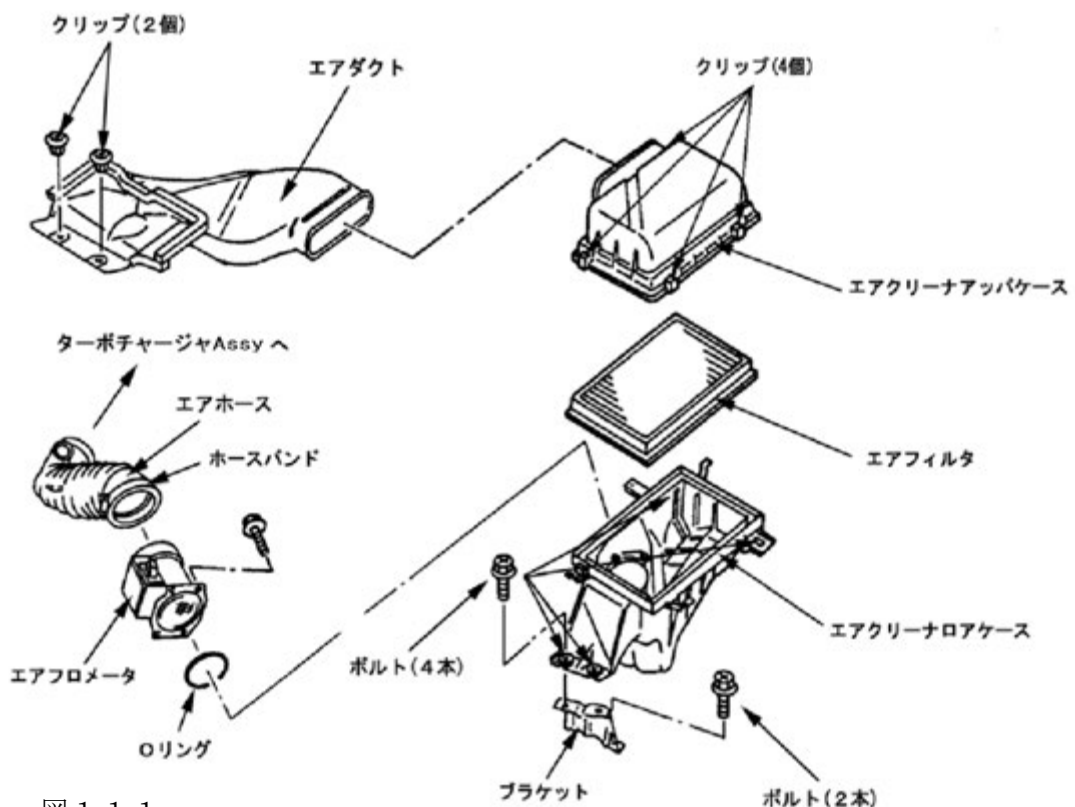

図 1-1-1
(1)クリップ2個を外し、エアダクトを取外してください。(図 1-1-1)
(2)クリップ4個を外してエアクリーナアッパケースを取外してください。(図 1-1-1)
(3)エアフィルタを取外してください。(図 1-1-1)
(4)エアフロメータのコネクタを取外してください。(図 1-1-1)
エアクリーナロアケースをエアフロメータごと取外してください。(図 1-1-1)